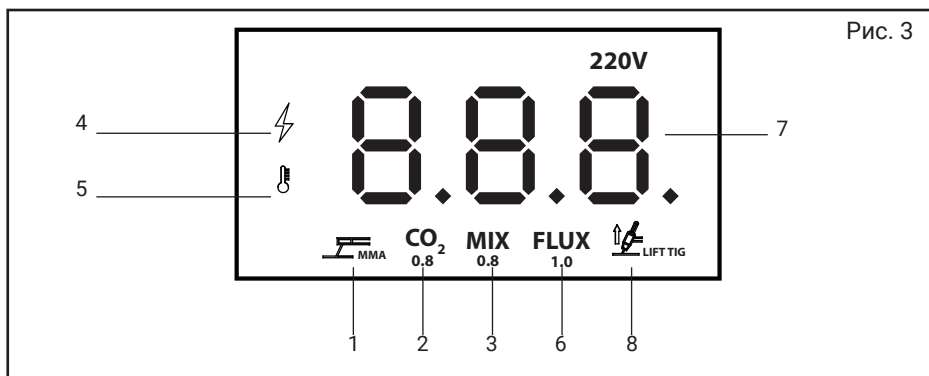

Рис. 3
1. информационный дисплей(более подробное описание на рис. 3, стр. 9); 2. регулировка напряжения сварочного контура; 3. регулировка сварочного тока; 4. разъем для подключения сварочной горелки; 5. разъем «+» для подключения силового кабеля с электрододержателем; 6. разъем «-» для подключения силового кабеля с зажимом; 7. кнопка выбора режима работы; 8. рукоятка для транспортировки; 9. шнур питания; 10. кнопка включения; 11. клемма заземления; 12. вентилятор охлаждения; 13. штуцер для подключения газа (MIG); 14. штуцер для подключения источника воздуха (CUT); 15. разъемы для подключения резака (CUT).
7.1.3 После подключения сварочного инвертора к сети, для включения необходимо перевести выключатель (рис.1, поз. 10) в положение «вкл.», после чего на дисплее (рис. 1, поз. 1) появится соответствующее обозначение (рис. 3, поз. 4).
7.1.4 Выбор режима ММА устанавливается нажатием на кнопку выбора режима сварки (рис. 1, поз. 7), при этом загорится соответствующее значение на информационном дисплее (рис. 3, поз. 1).
- включите инвертор переведя кнопку (рис. 1, поз. 10) в положение «вкл.», при этом загорится индикатор (рис. 3, поз. 8) на информативном дисплее (рис. 3, поз. 5);
- выберите режим работы CUT (рис. 3, 4, поз. 4);